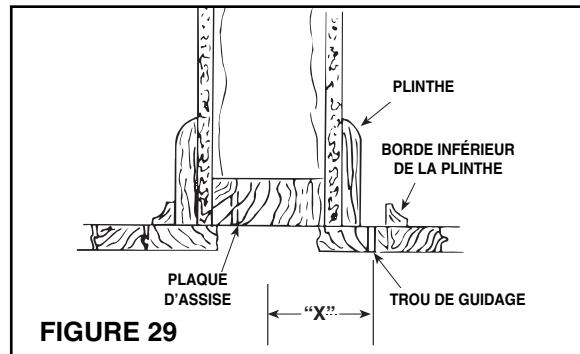

FIGURE 29
1. Voyez la figure 29. Un petit trou "de guidage" ou "de repérage" peut être percé derrière le bord inférieur de la plinthe pour déterminer l'emplacement du trou de la tuyauterie de diamètre dans la plaque d'assise.